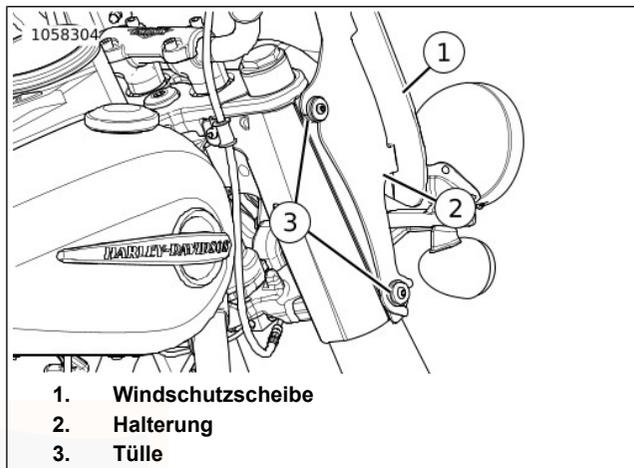

Abbildung 37. Windschutzscheiben-Baugruppe
1. Siehe Abbildung 37. Die OBERKANTE der Windschutzscheibe (1) nach vorne verschieben, bis die OBEREN Halterungsrasten (2) die Tüllen (3) freigeben.
1. Siehe Abbildung 37. Sicherstellen, dass sich die Tüllen (3) und Halterungen (2) in Position und in gutem Zustand befinden.